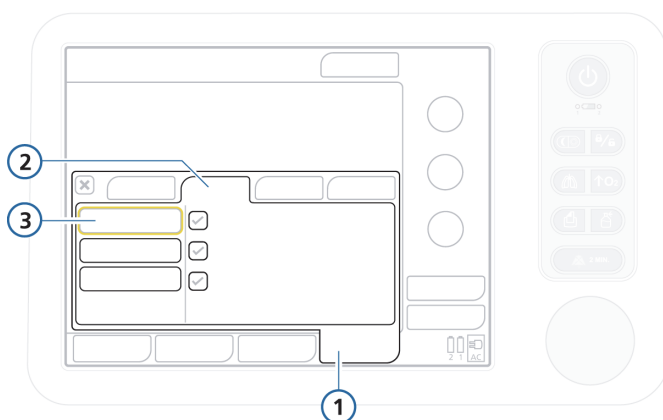

Рисунок 6-9. Окно «Тесты и калибр», тест на герметичность
2. В окне «Система» -> «Тесты и калибр» выберите **«Герметич-ть»**. См. рис. 6-9.